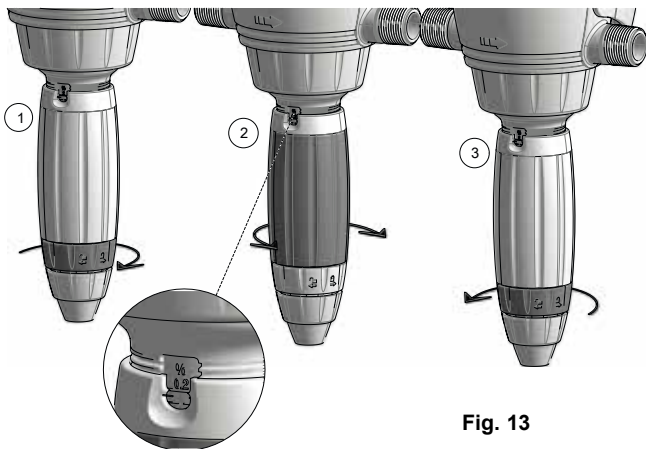

Fig. 13
- Desserrer l'écrou de verrouillage du dosage (**Fig. 13**).